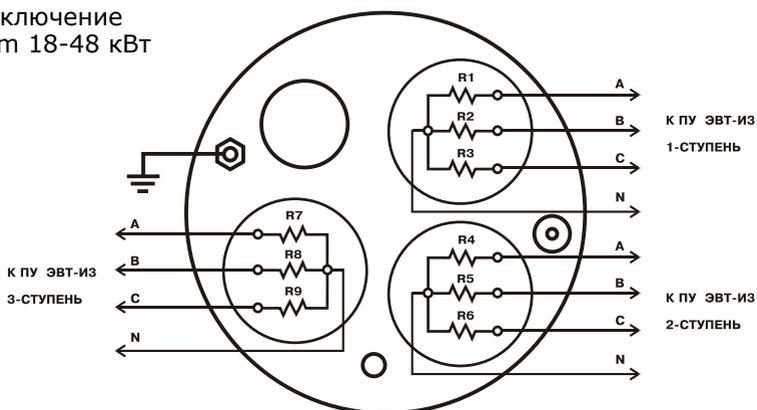
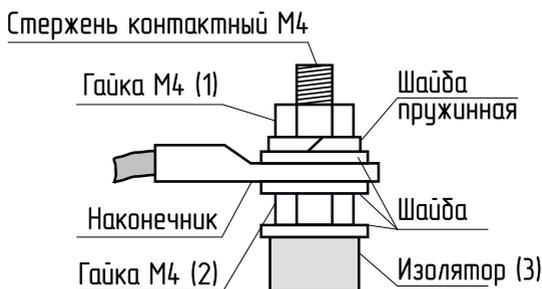

Рис.2. Схема подключения котла
Рис.4. Присоединение проводов к выводам блок ТЭН
5.2. В верхнем фланце установлен блок нагревательных элементов (поз.2) (для Есопот 3-15 кВт) или три блока нагревательных элементов (для Есопот 18-48 кВт), которые состоят из трех ТЭНов, об единенных в один блок и имеющих резьбовой фланец G 2". Блок нагревательных элементов заворачивается в верхний фланец котла через прокладку. Схема соединения нагревательных элементов приведена на Рис.2. Подробная схема подключения котла к панели управления и питающей сети приведена в паспорте на панель управления ПУ ЭВТ-И1 (для Есопот 3-15 кВт) и ПУ ЭВТ-И3 (для Есопот 18-48 кВт).
- Подключить котел к панели управления согласно схеме подключения Рис.2 для трехфазного присоединения. Присоединение фазных проводов к выводам блок ТЭН производить согласно Рис.4.